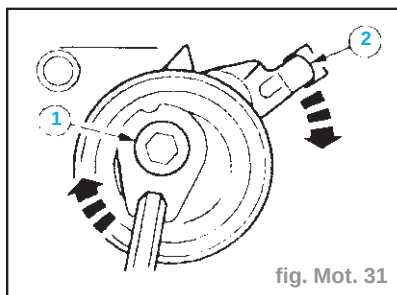

fig. Mot. 31
- débrancher les connecteurs de bougies (1),
- débrancher le flexible de ventilation du capteur moteur (2),
- déposer les dix vis (3) (ordre de desserrage : de l'extérieur vers l'intérieur en procédant en diagonale).
- Détendre la courroie de distribution : (fig. Mot. 31)
- desserrer la vis et détendre le tendeur de courroie de distribution en tournant dans le sens des aiguilles d'une montre (1),
- desserrer la vis de quatre tours et décrocher le tendeur de courroie de distribution (2),